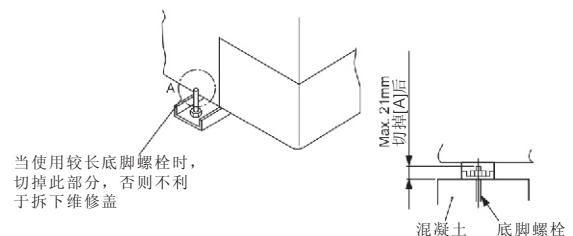

图5.2 地脚螺栓固定室外机示例
- (3) 地脚螺栓紧固室外机示例 如图5.2
- (4) 为防止室外机倾斜产生异常噪音,或由于强风和地震造成倾斜,要切实固定室外机。
- (5) 在屋顶或阳台安装机组时,寒冷的早晨冷凝水有时会结冰。因此,避免在人常走的地方排水,防止滑倒。